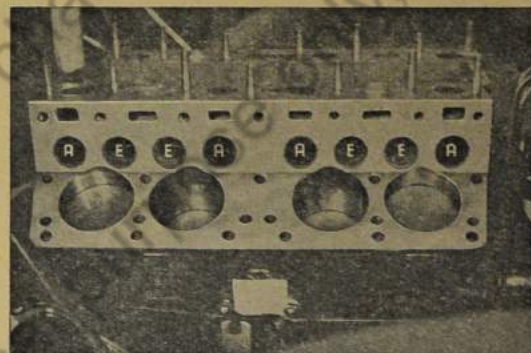

Bild 82: Anordnung der Ventile
**Beachte:** Kurze Ventilführungen für Auslaßventil, lange Ventilführungen für Einlaßventil (Bild 82).